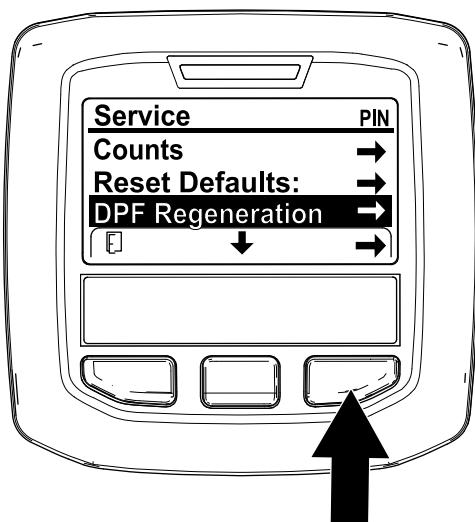

Figura 28
- Vaya al menú Mantenimiento, y pulse el botón central para desplazarse hacia abajo a la opción REGENERACIÓN DEL DPF (Figura 28).
- Pulse el botón derecho para seleccionar la opción Regeneración del DPF (Figura 28).